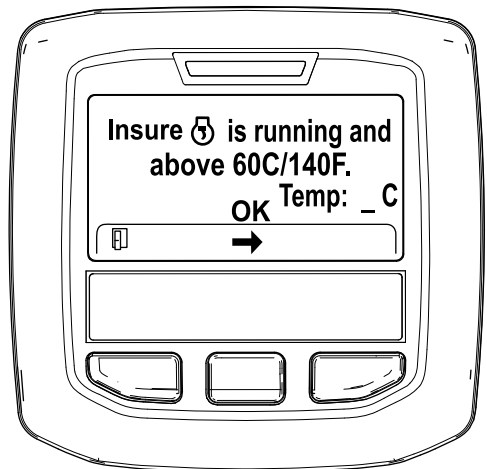

Figura 46
- Si la temperatura del refrigerante se encuentra por debajo de 60 °C (140 °F) aparece el mensaje "Insure ☺ is running and above 60C/140F" (Asegúrese de que está funcionando y por encima de 60 °C/140 °F). (Figura 46).